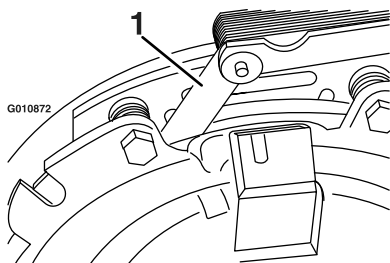
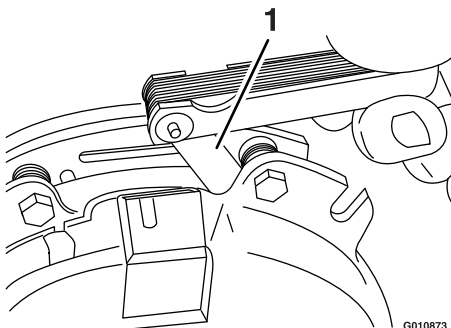

Figure 76
Figure 77
- E. À l'aide d'une jauge d'épaisseur de 0,25 mm, vérifiez qu'il existe un entrefer entre le rotor et la face de l'induit, de chaque côté du pôle de frein, comme montré à la Figure 76 et la Figure 77.